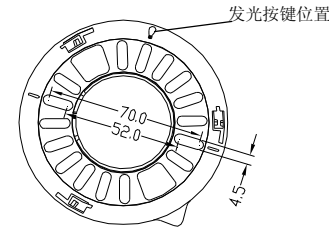

图 3
2. 外观结构示意图（如图 3）
按下测试按钮（位置见图3）不松开，蜂鸣器发出三声“嘀嘀嘀”报警声，每隔2秒循环一次，同时红色报警指示灯恒亮，表明工作正常，松开测试按钮探测器恢复正常工作状态。